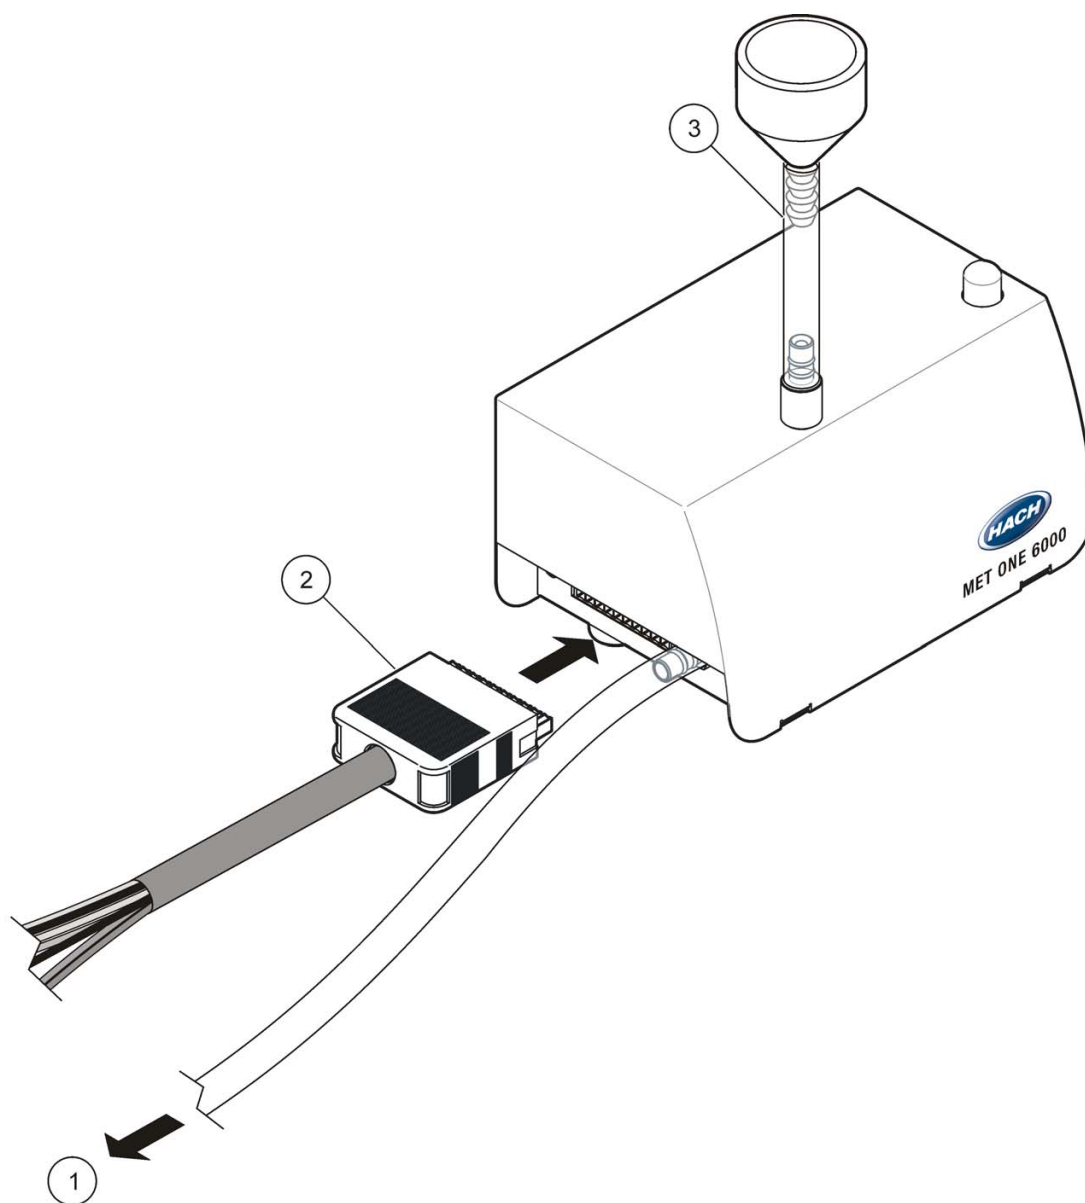

Abbildung 6 Installation sübersicht
Zur Installation des Partikelzählers sind folgende Schritte erforderlich (siehe Abbildung 6):
- Direktmontage—Die Sonde wird mit einem kurzen Schlauchstück direkt auf dem Zähler angebracht (Abbildung 6). Verwenden Sie diese Sonde, wenn der Partikelzähler direkt am Messort aufgestellt werden kann. Die Direktmontage ermöglicht einen minimalen Verlust von Partikeln.